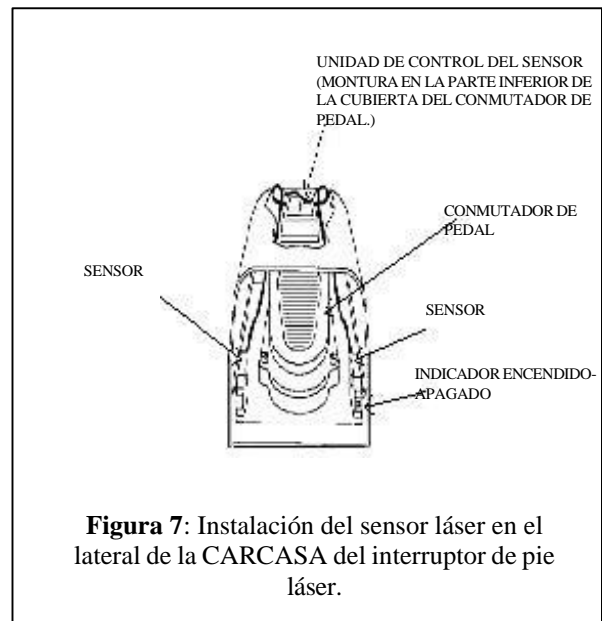

Figura 7: Instalación del sensor láser en el lateral de la CARCASA del interruptor de pie láser.
4. Dentro de la caja del interruptor de pie (Figura 7), coloque el sensor de transmisión y el sensor de recepción en lados opuestos del interruptor de pie. No coloque los sensores a los lados del interruptor de pie.